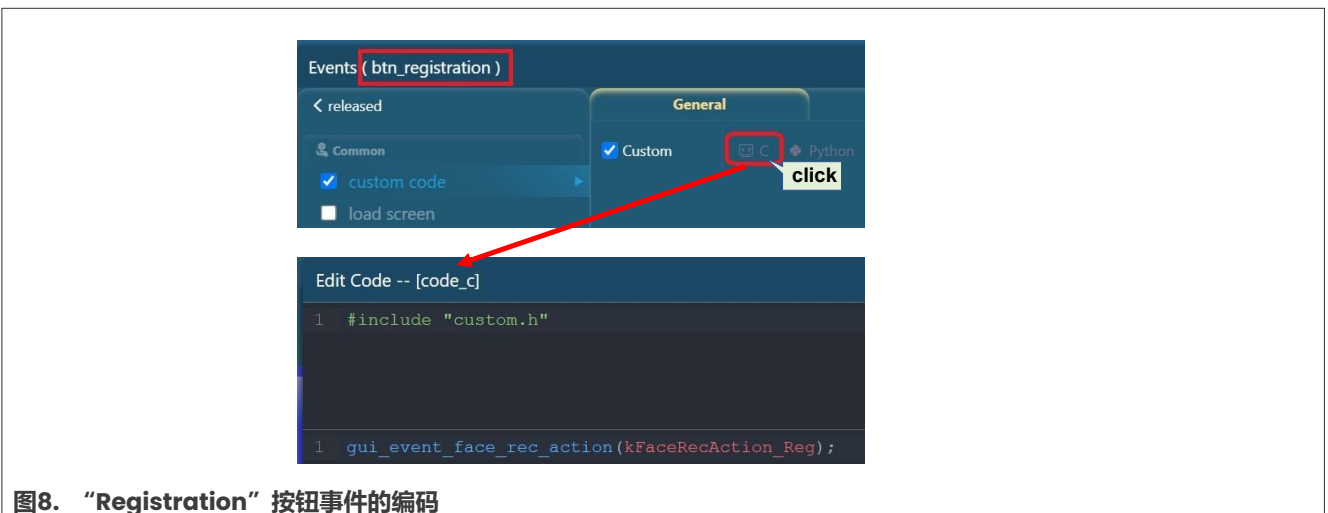

图8. “Registration”按钮事件的编码
- 在所有按钮**Registration**、**Recognition**和**Delete User**的**Event Setting**中的“Released”触发器上，添加调用API `gui_event_face_rec_action()`（带有不同事件ID参数）的代码行，用于触发人脸注册、人脸识别和删除用户事件。图8显示了**Registration**按钮事件的代码：